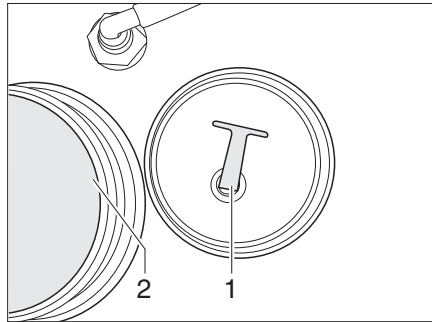

Bild 136 Wassertank
- Verschlussdeckel (Bild 136,2) am Wassertank abschrauben.
- Den Verschluss-Stopfen (Bild 136,1) aus der Ablassöffnung ziehen. Das Wasser läuft ab.